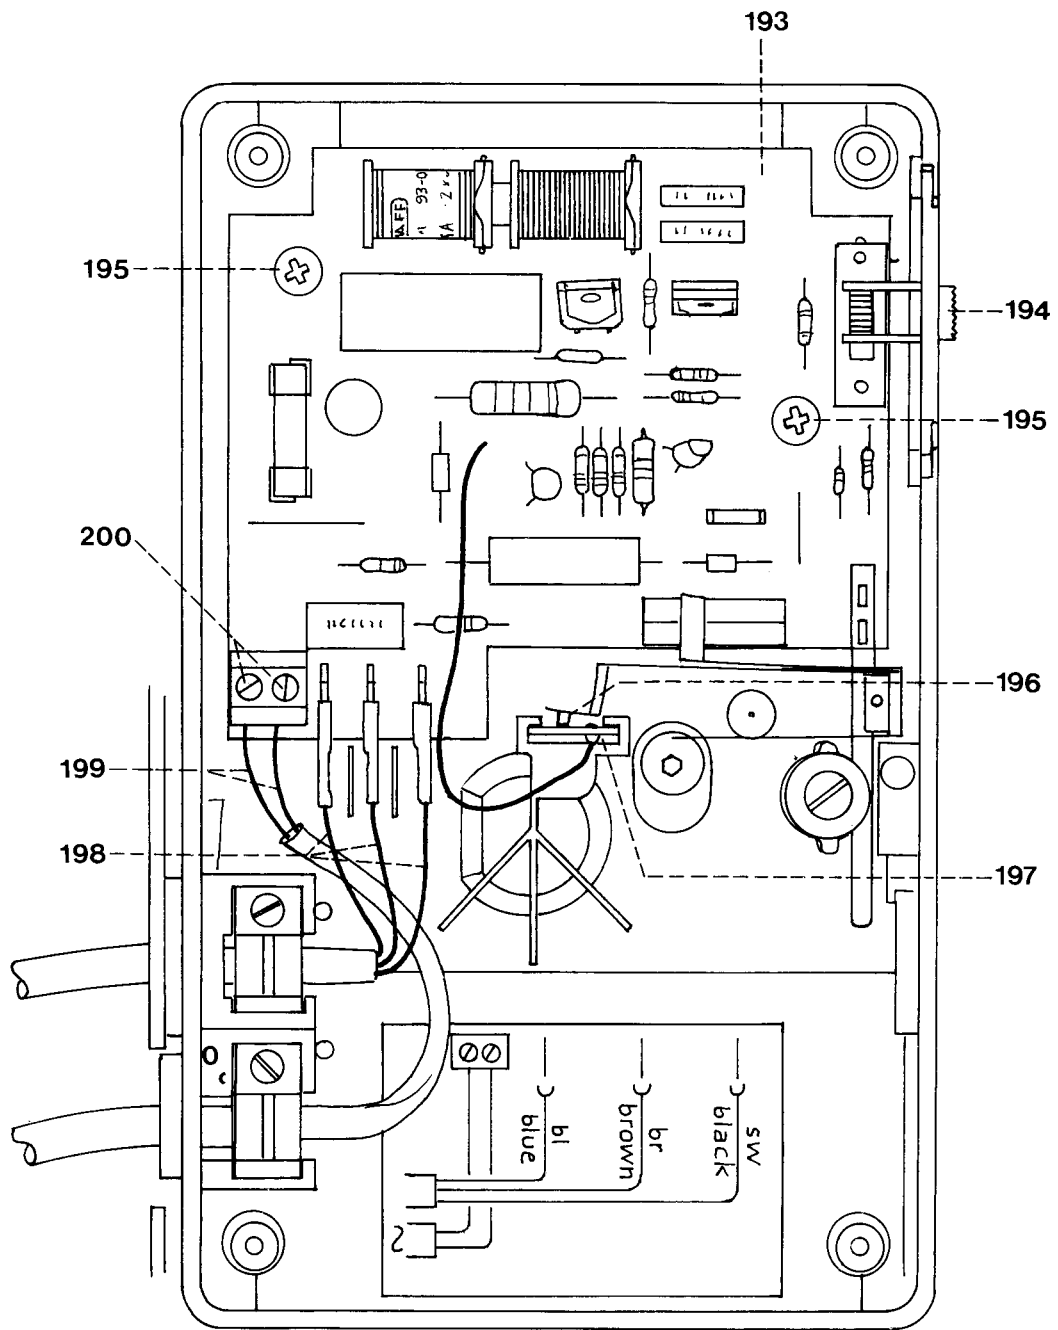

Fig. 47b
- Die Kontaktzunge 196 anheben und gleichzeitig die Leiterbahn 197 (Poti) bis unten in die Führung einschieben (Fig. 47b).
- Take out the four screws and remove the four rubber pads with their washers (Fig. 47b).